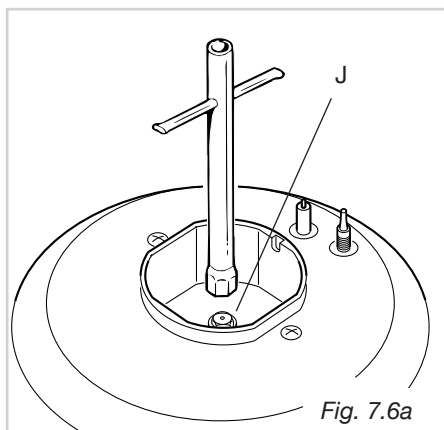

Fig. 7.6a
- Con una chiave fissa sostituire gli ugelli “J” (Fig. 7.6a - 7.6b) con quelli idonei per il gas da utilizzare.